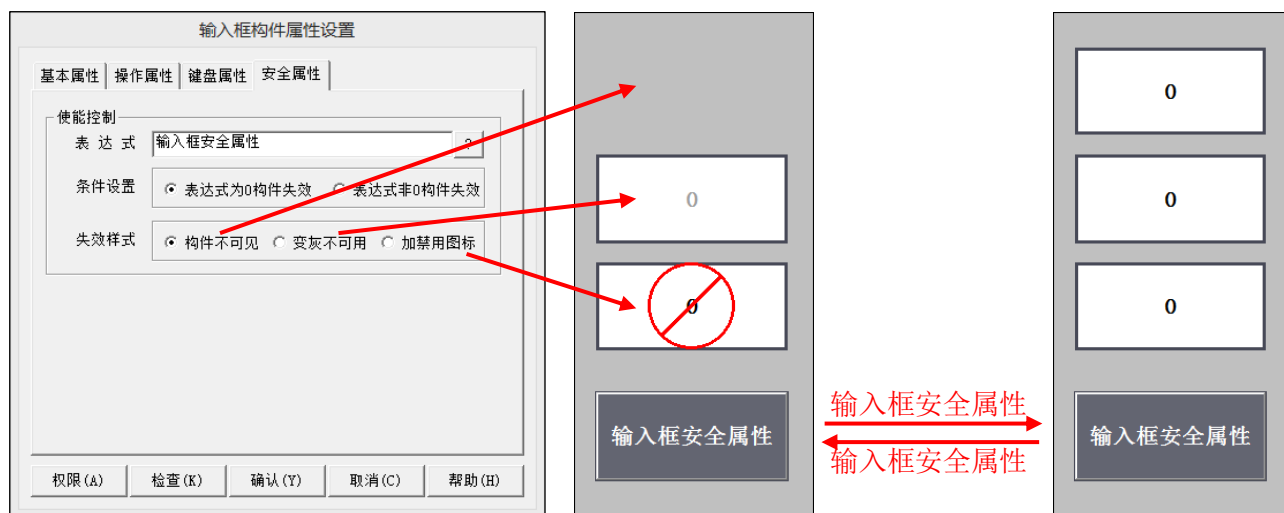

图 13.1-2 输入框安全属性页和使用效果对比图
- ① 将输入框构件的安全属性表达式关联变量【输入框安全属性】，选择【条件设置】为【表达式为 0 时构件失效】。复制 3 份后，分别设置其【失效样式】为【构件不可见】【变灰不可用】【加禁用图标】。然后新建一个【标准按钮】构件，双击 → 操作属性 → 数据对象值操作 → 取反 → 输入框按钮属性。
- ② 保存工程后下载工程，然后启动运行。由于变量【输入框安全属性】默认初始值为 0，所以刚开始运行时，输入框处于失效状态。点击按钮，变量【输入框安全属性】取反，变成 1，则构件使能，变成了可操作状态，如图 13.1-2 所示。